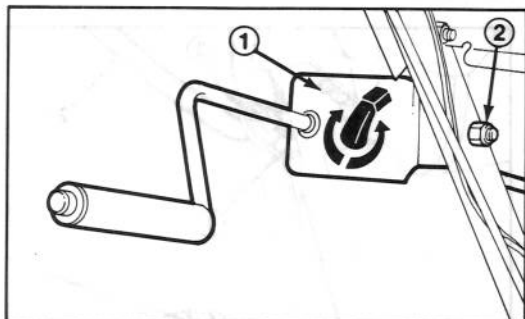
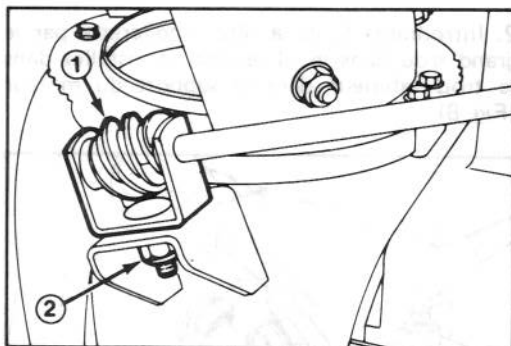

Figure 9
Figure 10
1. Fixez le support et la tige de commande de l'éjecteur sur le côté gauche du mancheron à l'aide de la vis à tête et de l'écrou de blocage. Laissez l'écrou desserré jusqu'à ce que l'ensemble soit complètement monté (Fig. 9).
2. Appliquez de la graisse à toutes fins No. 2 sur la vis sans fin, et montez la vis sans fin et son support sur la collerette de montage. Fixez à l'aide de la rondelle pyramidale et de l'écrou de blocage (Fig. 10).
3. Glissez la vis sans fin dans les dents de l'anneau de retenue de l'éjecteur et serrez l'écrou de blocage (Fig. 10). Serrez ensuite l'écrou de blocage qui fixe le support de la tige de commande d'éjecteur au mancheron gauche (Fig. 9).